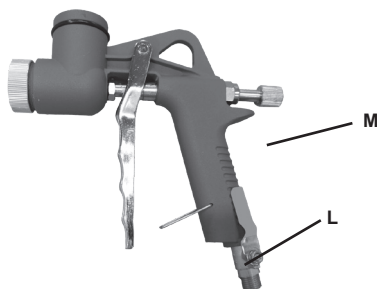

Рис.2
Для регулировки потока краски используйте ручку (M) (Рис.2). Для регулировки потока воздуха поворачивайте рычаг (L) (Рис.2).